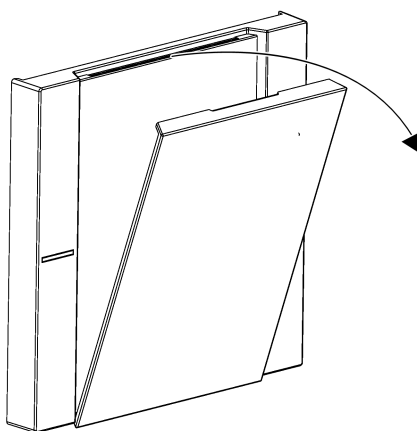

Imagen 10: Retirar la tapa del portaetiquetas
- Retirar la tapa del portaetiquetas del interruptor basculante tirando de la muesca por un lado (Imagen 10).